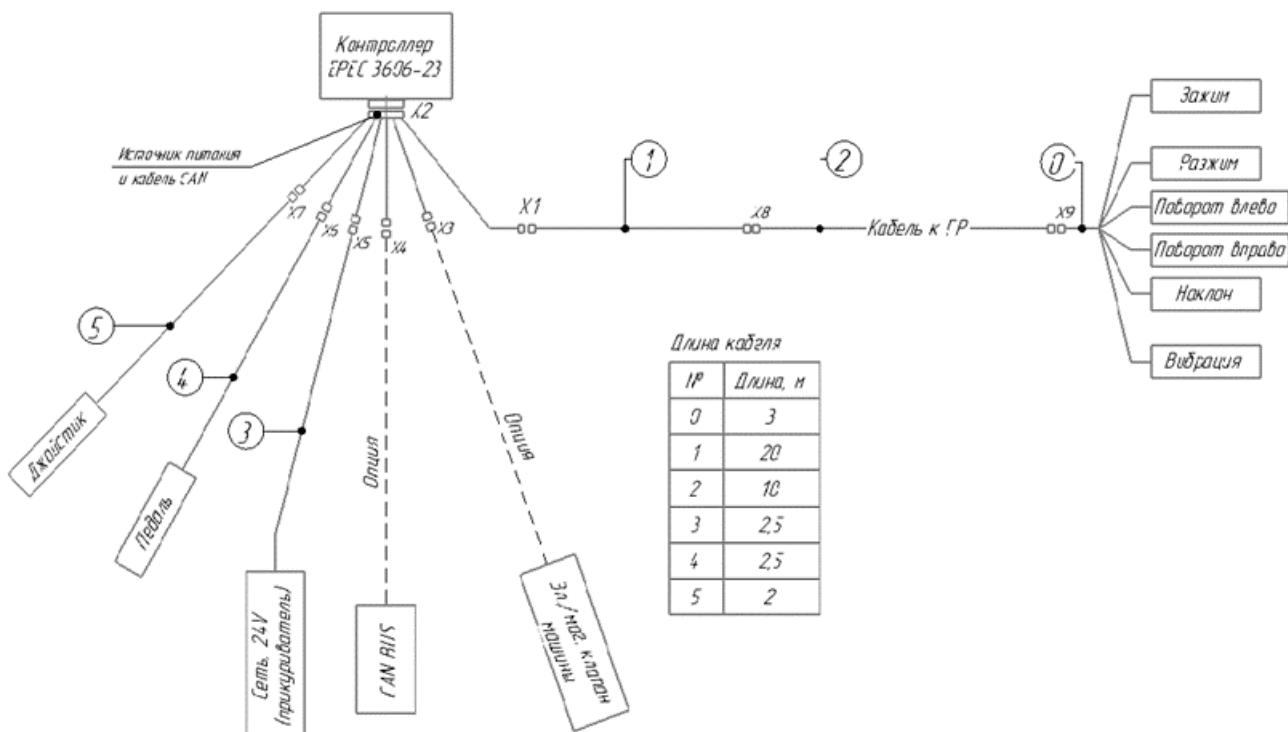

Рис. 10 Схема подключения системы управления
- Смонтировать пульты управления/джойстики и расположить педаль на удобном для оператора месте. Разместить контроллер в месте, не создающем помех при работе оператора. Присоединить кабель (1) к контроллеру.
- Присоединить кабель педали (4) к контроллеру порт в соответствии со схемой подключения рис. 10.
- Присоединить кабель пульта/джойстика (5) к контроллеру порт в соответствии со схемой подключения рис. 10.
4. Смонтировать разъёмы (0) всех соленоидов на вибропогружателе.